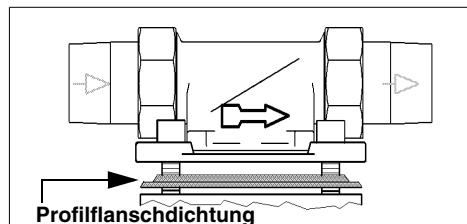

Abb. 4: Einbaudrehflansch
**Der Einbaudrehflansch muss in Fließrichtung installiert werden. Diese ist durch einen eingegossenen Pfeil gekennzeichnet (siehe Abb. 4).**
- Prüfen, ob das Profil der Profilflanschdichtung zum Einbaudrehflansch zeigt (siehe Abb. 4).